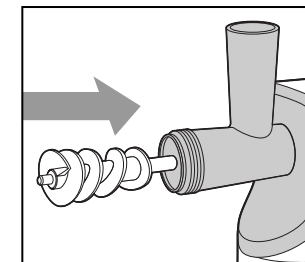

Рис. 2
2. Вставьте шнек длинным концом в корпус головки мясорубки и слегка поверните его для того чтобы надежно соединить с редуктором двигателя (см. Рисунок 2).